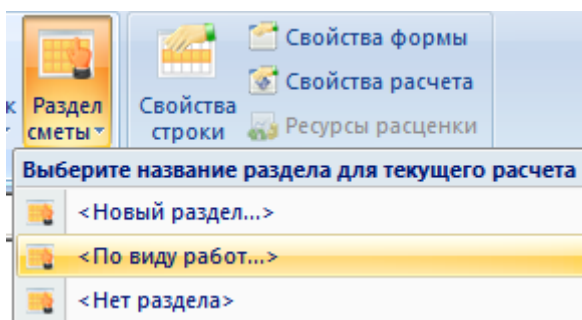

Рис. 4.40 Выбор названия раздела
2. Выполнить команду **Раздел сметы** на вкладке **Главная** и выбрать из списка пункт **<По виду работ...>** (рис. 4.40);